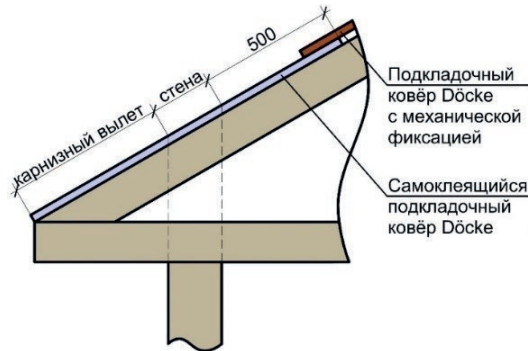
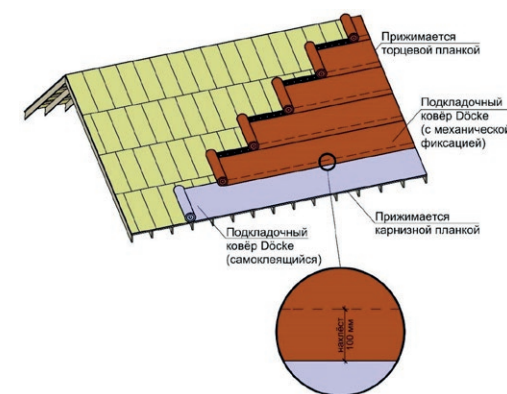

Рис. 8. Схема укладки самоклеящихся подкладочных ковров на карнизный свес.
Рис. 10. Схема расположения подкладочного ковра Döcke (последовательность укладки полотен в соответствии с пунктом 4.1.6.).
4.1.3 В ендову и вдоль карнизного свеса рекомендуется укладывать самоклеящийся подкладочный ковер Döcke. Величина карнизного свеса равна величине карнизного вылета плюс часть ската над стеной плюс 500 мм (рис. 8). Оставшуюся поверхность скатов допускается укрывать подкладочными коврами Döcke с механической фиксацией (рис. 10, рис 12). Также допускается монтаж само-